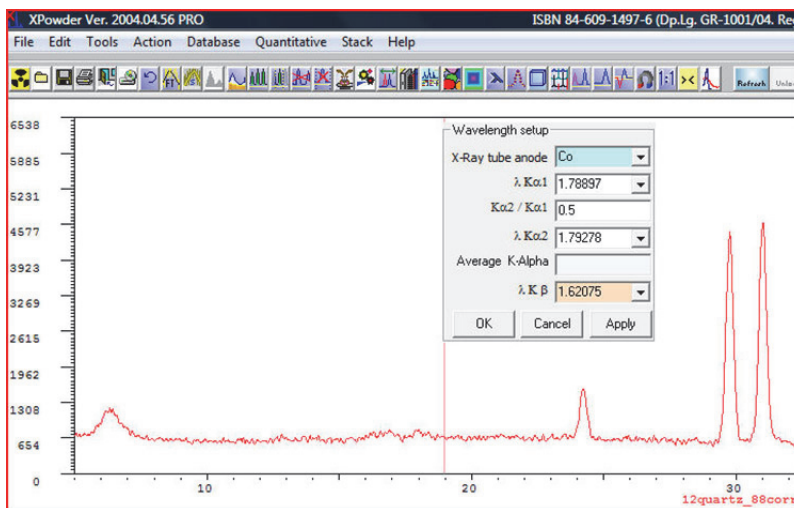

Figura C-4 Schermata dei risultati e finestra di dialogo Wavelength setup
4. Cliccare su **Open** (Apri) per visualizzare la schermata iniziale X Powder e la sovrapposta finestra di dialogo **Wavelength setup** (Configurazione lunghezza d'onda)[vedi Figura C-4 a pagina 95].